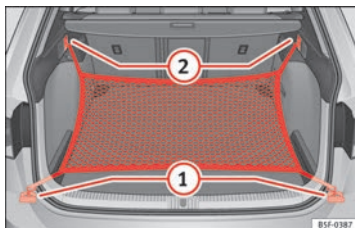

Fig. 111 En el maletero: argollas (1) y ganchos (2) para enganchar la bolsa de red (modelo LEON ST).
- Fije los ganchos cortos de la red en las argollas de amarre → fig. 111 (1) → ⚠. La cremallera de la bolsa tiene que quedar hacia arriba.
- Fije las cintas en los ganchos para colgar bolsas (2).